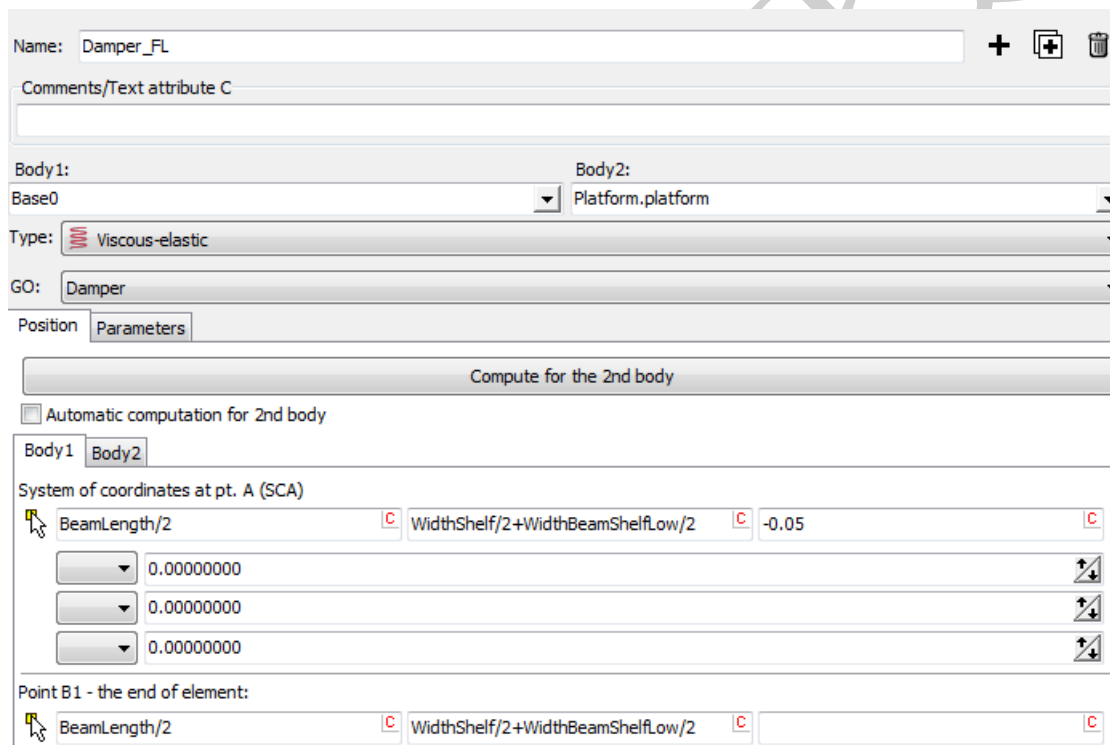

图 2.21
4. 在 **Body1** 页面设置 **Base0** 的上连接点 Point B1 坐标: (**BeamLength/2**, **WidthShelf/2+ WidthBeamShelfLow/2**, **0**), 如图 2.21 所示。